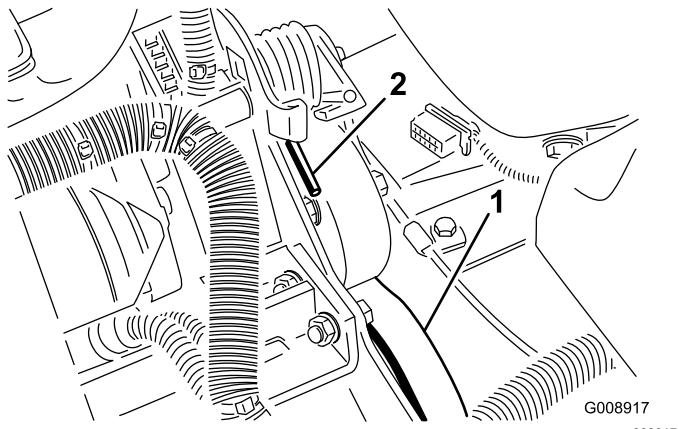

Bild 74
3. Drücken Sie das Ende der Feder (Bild 74) ab- und vorwärts, um die Feder aus dem Bügel auszuheben und die Feder zu entspannen.